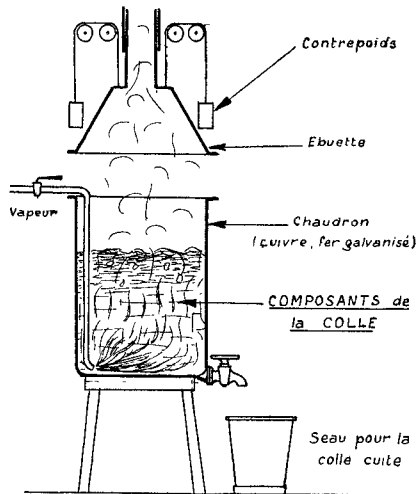

Fig. 30. — PRÉPARATION DES COLLES.
Cuisson à l'air libre. — On utilise des chaudrons en cuivre ou en fer étamé (fig. 30). On y introduit de l'eau, puis la fécula (1); on agite pour rendre le mélange homogène; on chauffe ensuite à feu nu, au charbon, ou mieux par barbotage de vapeur. Pour obtenir une colle homogène, il faut remuer constamment le mélange et le porter à l'ébullition.